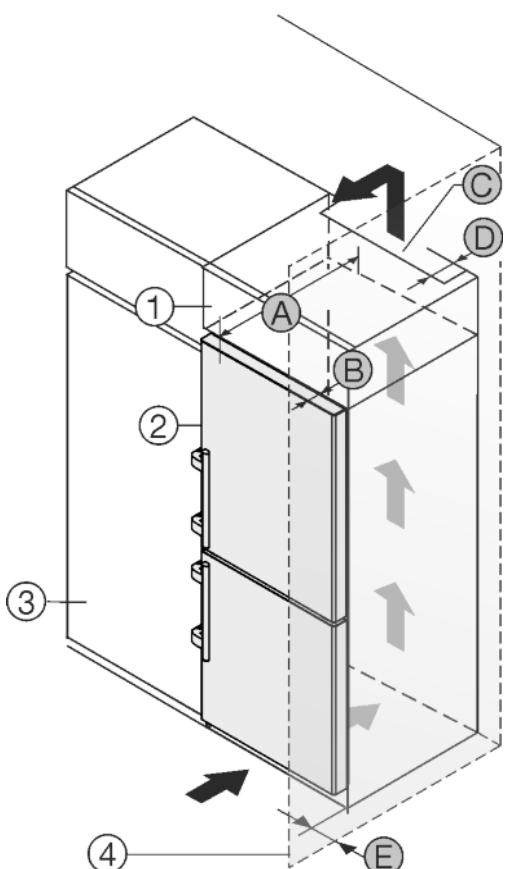

Fig. 27
Уредът може да е обграден с кухненски шкафове. За да изравните височината на уреда Fig. 27 (2) с височината на вградената кухня, над уреда може да се постави шкаф-пристройка Fig. 27 (1).
Уредът да се постави непосредствено до кухненски шкаф Fig. 27 (3). За да могат вратите да се отварят изцяло, уредът трябва да е издаден с дълбочината Fig. 27 (B) спрямо лицето на кухненския шкаф. В зависимост от дълбочината на кухненските шкафове и използването на детали за отстояние от стената, уредът може да излезе още по-напред.
- От задната страна на шкафа-пристройка трябва да има вентилационен отвор с дълбочина Fig. 27 (D) по цялата ширина на шкафа-пристройка.
- Под тавана на помещението трябва да се спази сечението за вентилация Fig. 27 (C).
Когато уредът се поставя с пантите до стена Fig. 27 (4), трябва да бъде спазено разстоянието Fig. 27 (E) между уреда и стената. Това отговаря на разстоянието, с което дръжките стърчат при отворена врата.